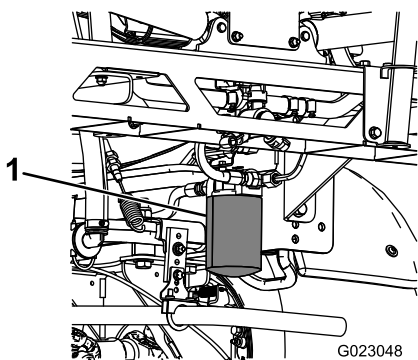

Figura 40
4. Retire el filtro (Figura 40).